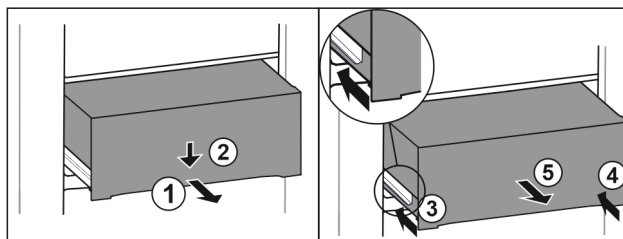

Fig. 104
- ▶ Вытяните выдвижной ящик наполовину. Fig. 104 (1)
- ▶ Вдавите выдвижной ящик в передней части вниз. Fig. 104 (2)
- ▶ Задвиньте левую направляющую прим. на 2 см. Fig. 104 (3)
- ▶ Задвиньте правую направляющую прим. на 2 см. Fig. 104 (4)
- ▶ Извлеките выдвижной ящик движением вперед. Fig. 104 (5)